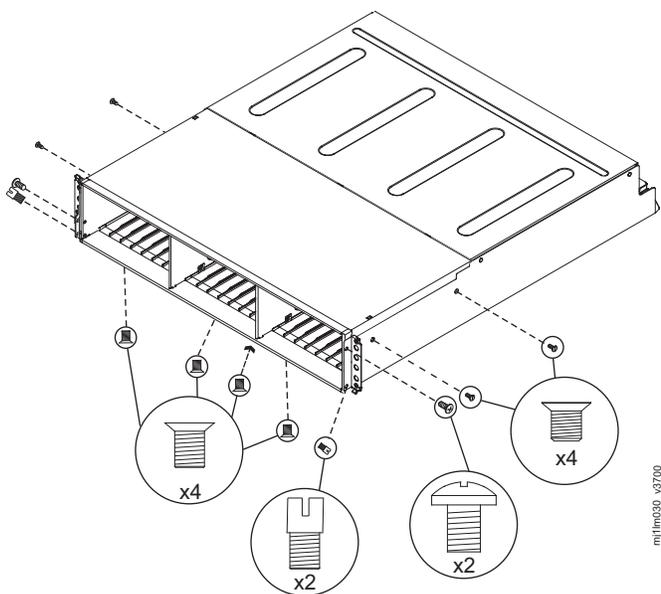

Figura 110. Removendo os parafusos de uma montagem de gabinete de expansão
12. Remova os quatro parafusos da parte inferior do gabinete (consulte Figura 110). Remova os três parafusos que estão próximos da frente e o parafuso que está próximo do meio. Etiquete esses parafusos para indicar o local de onde eles foram removidos e coloque-os de lado.
14. Remova os três parafusos e um parafuso de pino no lado direito que prendem a montagem do painel intermediário ao gabinete (consulte Figura 110 na página 384). Etiquete os parafusos para indicar o local de onde foram removidos e coloque-os de lado.
15. Remova os três parafusos e um parafuso de pino no lado esquerdo que prendem a montagem do painel intermediário ao gabinete (consulte Figura 110 na página 384). Etiquete os parafusos para indicar o local de onde foram removidos e coloque-os de lado. Consulte a Figura 4.